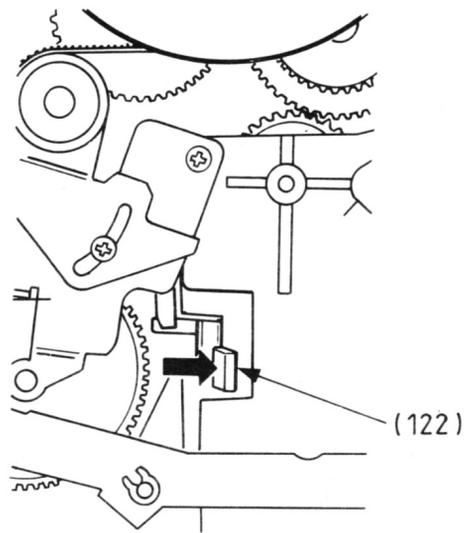

Fig. 5
- Appuyer sur le levier (122), Fig.5, ou bien appuyer sur le noyau plongeur de l'électro-aimant (66), afin de déverrouiller le levier